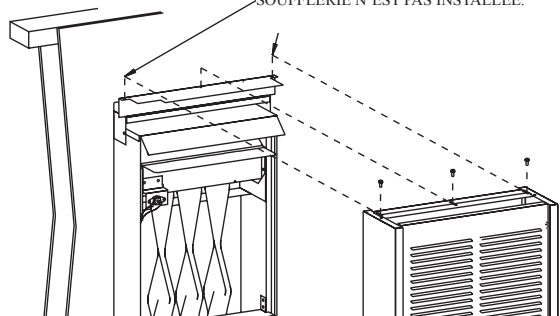
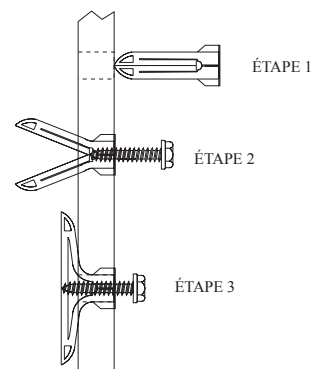

Figure 1
Figure 2
3. Après avoir localiser les trous de montage, percer (2) trous de 5/16" (7.8mm) de diamètre dans le mur. Insérer les (2) ancrages d'expansion en plastique dans les trous. Insérer les (2) vis 10 x 1 1/2" (38mm) dans les ancrages d'expansion en plastique. Les vis sont fournies dans l'ensemble de la soufflerie. Ne vissez pas complètement les vis dans les ancrages d'expansion en plastique, laisser un espace de 7/16" (11mm) entre la tête de la vis et l'ancrage d'expansion en plastique. Référez-vous à la Figure 2.
4. À la partie supérieure de la paroi extérieure, enlevez la (1) vis du trou du milieu qui attachent la paroi extérieure avec le collecteur. Aussi enlevez les (2) vis qui attachent la partie inférieure de la paroi extérieure à la paroi intérieure.
6. Enlever (4) vis 8 x 3/8" qui attachent l'avant de la soufflerie au châssis de la soufflerie.
9. Attacher la paroi extérieure au collecteur. Attention: Le trou du milieu ne servira pas. Les deux trous libres extérieurs seront utilisés pour attacher la paroi extérieure au collecteur, (1) vis de l'Étape 4 et (1) vis du paquet de quincaillerie. Référez-vous à la Figure 1.
7. Après avoir localiser les trous de montage, percer (2) trous de 5/16" de diamètre dans le mur. Insérer les (2) ancrages d'expansion en plastique dans les trous. Insérer les (2) vis 10 x 1 1/2" dans les ancrages d'expansion en plastique. Les vis sont fournies dans l'ensemble de la soufflerie. Ne vissez pas complètement les vis dans les ancrages d'expansion en plastique, laisser un espace de 7/16" entre la tête de la vis et l'ancrage d'expansion en plastique. Référez-vous à la Figure 2.
9. Enlever les (4) vis 8 x 3/8" qui attachent l'avant de la soufflerie au châssis de la soufflerie.